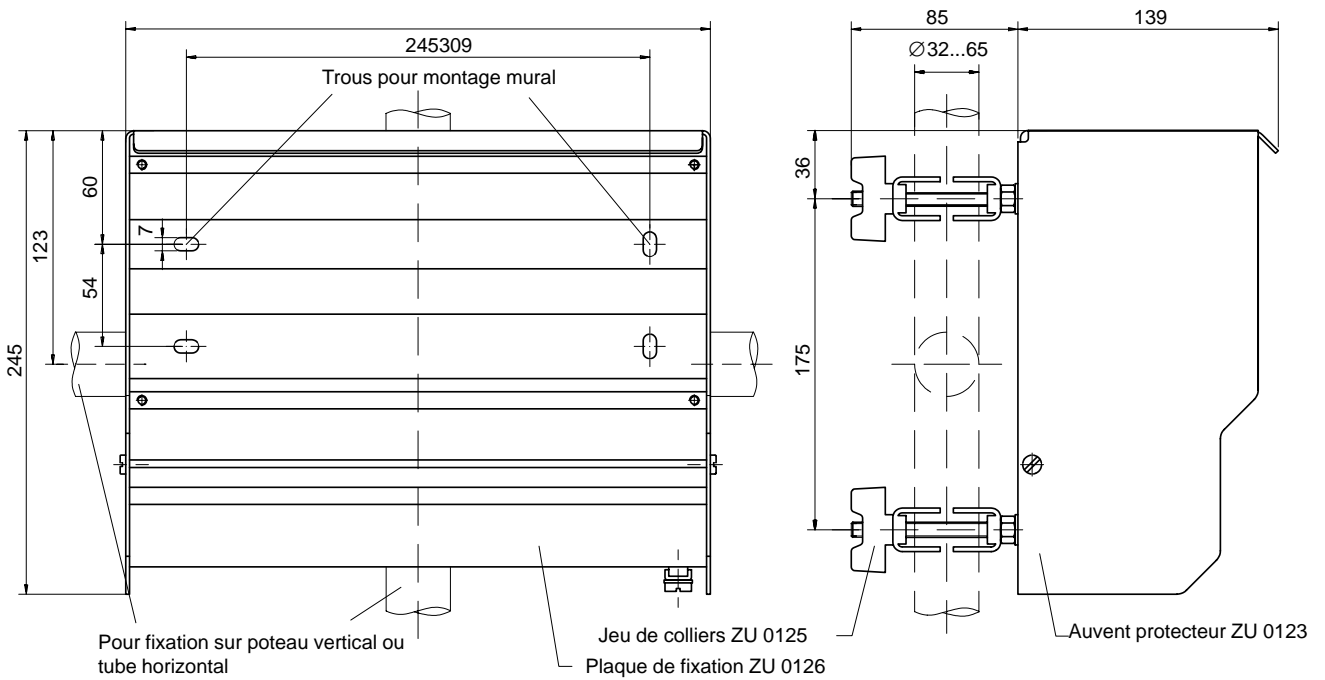

Fig. 10-2 Dessin d'encombrement de la plaque de fixation ZU 0126 et de l'auvent protecteur ZU 0123
- La plaque de fixation ZU 0126 et le jeu de colliers ZU 0125 permettent de fixer l'appareil à un poteau, dessin d'encombrement voir fig. 10-2.
- L'auvent protecteur ZU 0123 offre une protection supplémentaire contre les intempéries et les dommages mécaniques. Dessin d'encombrement voir fig. 10-2.